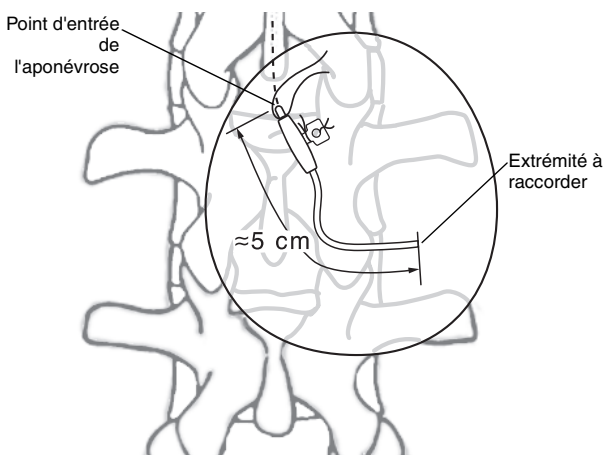

Figure 7. Raccourcissement du segment rachidien.
1. Au site d'incision médullaire, raccourcir le segment rachidien du cathéter si nécessaire. Laisser dépasser environ 5 cm du point d'entrée de l'aponévrose pour permettre au patient de bouger et pour éviter des plicatures (Figure 7).